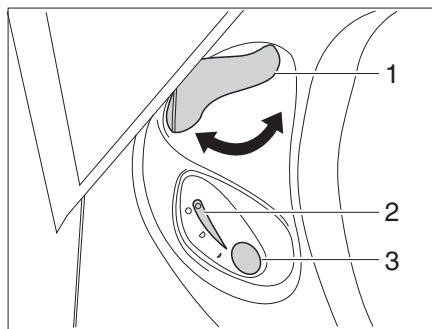

Fig. 382 Centralina di controllo toilette Thetford
- Prima di tirare l'acqua, aprire il cursore della toilette Thetford. A tal fine ruotare la leva del cursore (Fig. 382,1) in senso antiorario.
- Per sciacquare premere il pulsante blu (Fig. 382,3).
- Dopo aver tirato l'acqua chiudere il cursore. Ruotare la leva del cursore (Fig. 382,1) in senso orario.
Quando la cassetta Thetford è piena e deve venire svuotata, la spia di controllo (Fig. 382,2) si accende.
- Ruotare la leva del cursore (Fig. 382,1) in senso orario. Il cursore viene chiuso. Per svuotare il cursore **deve** essere chiuso nella toilette Thetford.